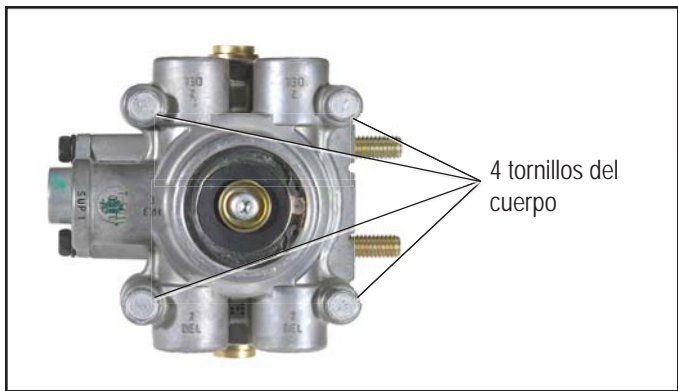

Figura 4 - VISTA INFERIOR DE LA VÁLVULA SR-7™
- Use una llave de 11,11 mm (7/16 pulg) para retirar los cuatro tornillos que aseguran los cuerpos superior e inferior de la válvula SR-7™. Consulte la figura 4. No desconecte las mangueras o accesorios adicionales. La separación entre los cuerpos superior e inferior debe ser de aproximadamente 7,5 cm (3 pulg) para permitir el espacio adecuado para instalar este juego.